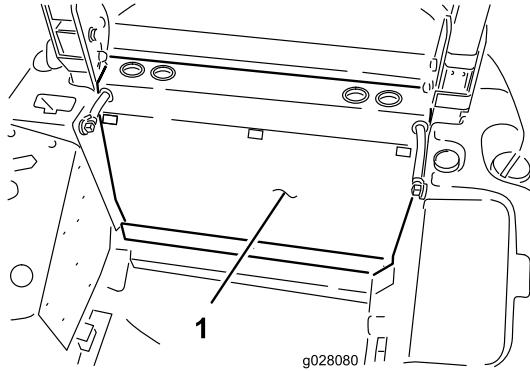

Bild 3
4. Entfernen Sie die drei Schnellverschlüsse, mit denen die hintere Abdeckung am Rahmen befestigt ist, und nehmen Sie die hintere Abdeckung ab (Bild 3).